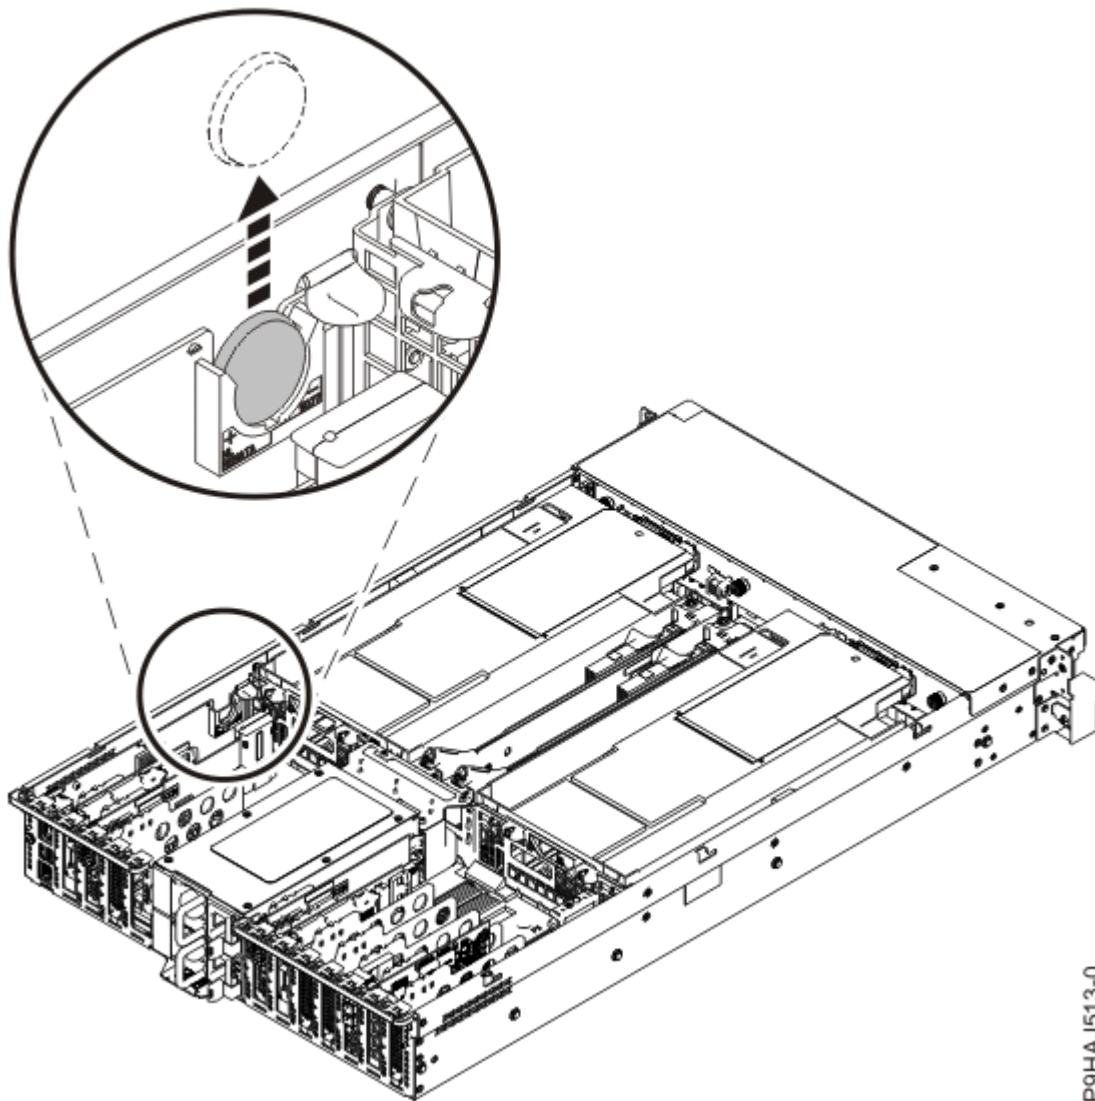

Figure 5. Retrait de la batterie de l'horloge
2. Saisissez la batterie de l'horloge et sortez-la de son compartiment qui se trouve à l'emplacement P1-C1-E1 sur la carte du processeur de service comme illustré à la Figure 5, à la page 8.